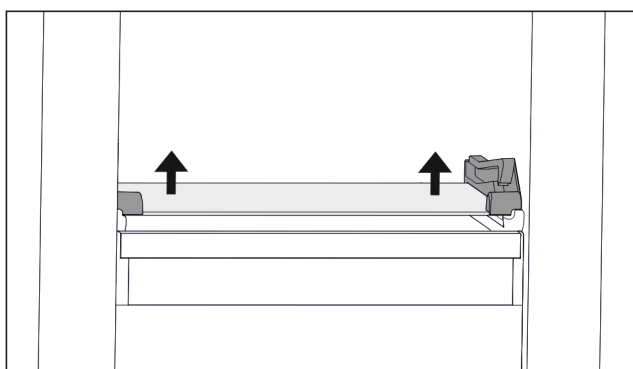

Fig. 131 Glassplate på nedvippbar skuff
- ▶ Trykk opp glassplaten nedenfra på begge sider. (se Fig. 131)